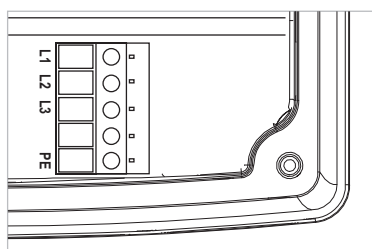

Рис. 21: Клеммы для подключения к сети
- Клеммы для подключения к сети (рис. 21)